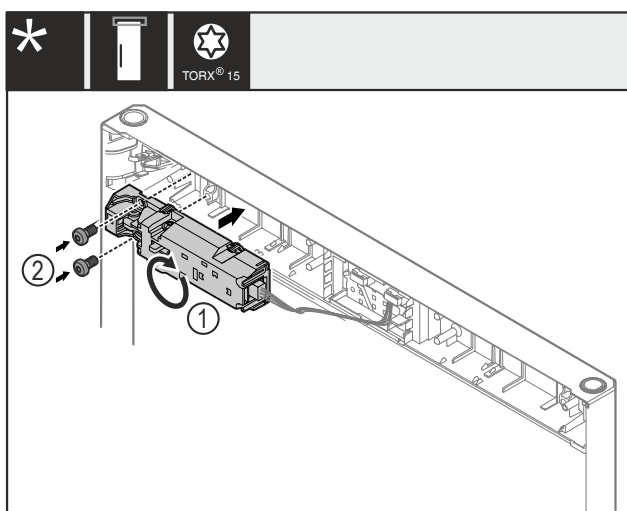

Fig. 23
- ▶ Поверніть дистанційний замок Fig. 23 (1) на 180° і встановіть його з протилежного боку.
- ▶ Закріпіть дистанційний замок Fig. 23 (1) гвинтами Fig. 23 (2).